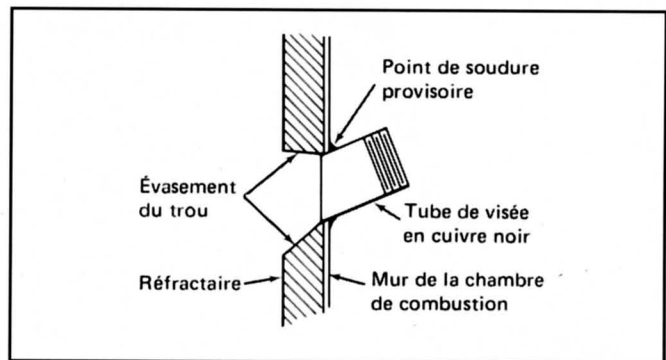

Fig. 4. Montage du tube de visée
- Monter le tube de visée (Fig.4)